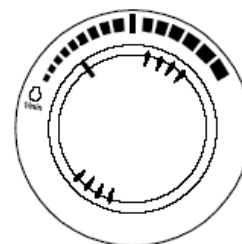

Рис. 3
2. Установить диск скорости двигателя несколько выше отметки низких оборотов холостого хода (LOW IDLE), рис. 3.